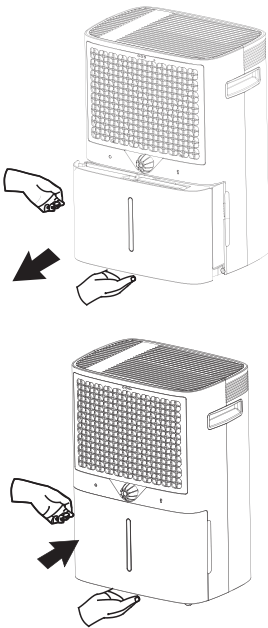

Рис. 5
**Чистка воздушного фильтра (Рис. 5).**